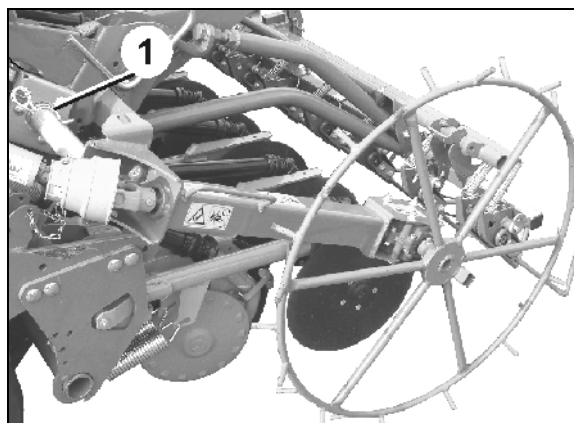

Fig. 94
3. Senk sporhjulet, og sikre med fjærsplinten (Fig. 94/1).